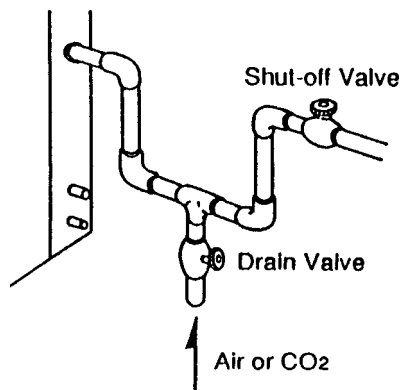

Fig. 5
9. PREPARING THE ICEMAKER FOR LONG STORAGE - See Fig. 5